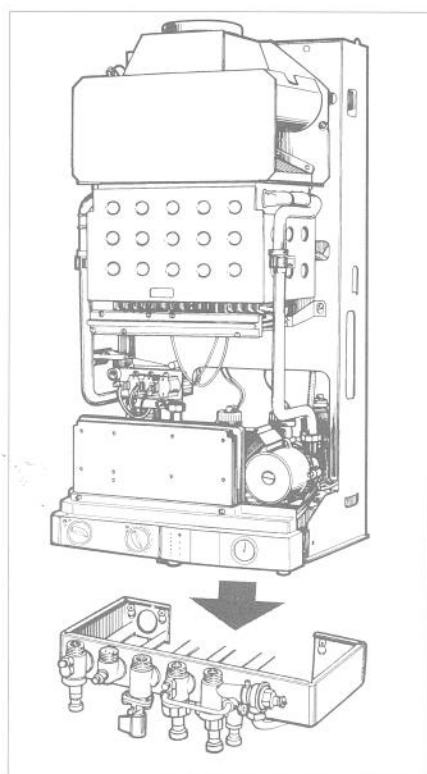

Fig. 9
- Presentare la caldaia al di sopra del pannello valvole, farla calare mantenendola in appoggio sul pannello (fig. 9).